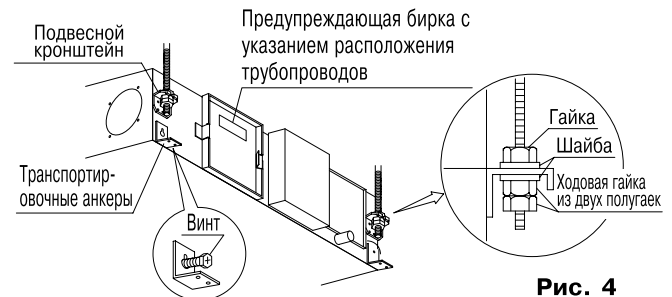

Рис. 4
(1) Временно установите блок.
- Прикрепите подвесной кронштейн к подвесному болту. Обязательно прочно закрепите его с помощью гаек (M10, M12) и шайб (M10 с наружным диаметром от 30 до 34 мм, M12 с наружным диаметром от 36 до 38 мм) (приобретаются на месте) с верхней и нижней стороны подвесного кронштейна. (См. рис. 4)